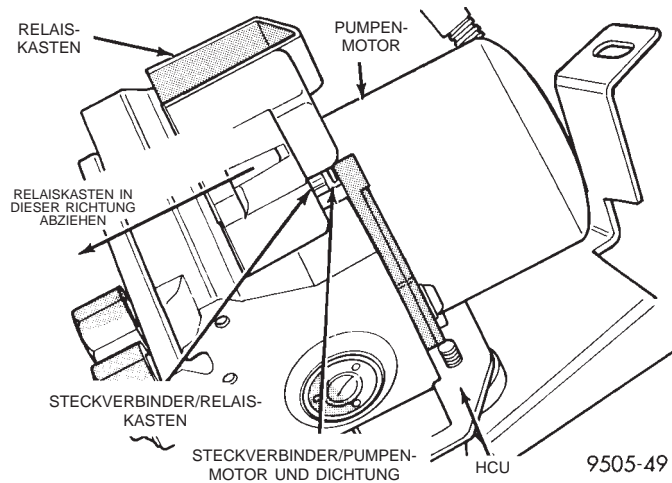

**Abb. 25 Schrauben zur Befestigung des Relaiskastens an der HCU**
(1) Das negative (Masse-) Kabel von der Batterie abklemmen und isoliert fixieren.
(2) Die HCU ausbauen; siehe "Hydraulikeinheit" im Abschnitt "Ausbau und Einbau" in diesem Kapitel des Werkstatthandbuchs.
(3) Die beiden Schrauben (Abb. 25) zur Befestigung des Relaiskastens an der HCU lösen. **Nur die beiden Schrauben zur Befestigung des Relaiskastens an der HCU lösen, aber nicht die Befestigungsschrauben des Pumpenmotors (Abb. 25).**
(4) Die beiden Schrauben (Abb. 25) zur Befestigung des Relaiskastens auf der HCU anbringen und fest anziehen.
(5) Die HCU wieder einbauen; siehe "Hydraulikeinheit" im Abschnitt "Ausbau und Einbau" in diesem Kapitel des Werkstatthandbuchs.